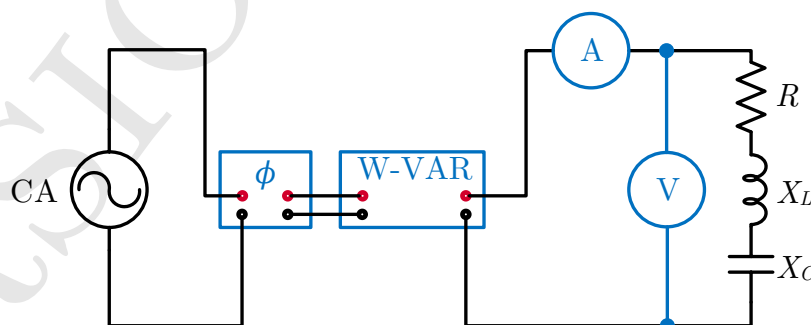

Figura 1: Circuito RLC serie para medición de potencia activa, reactiva y FP.
**Problema:** Para el circuito de la Figura 1 considere  $R = 200 \Omega$ ,  $X_L = j300 \Omega$  y  $X_C = -j120 \Omega$ .
1. Armar el circuito de la Figura 1.